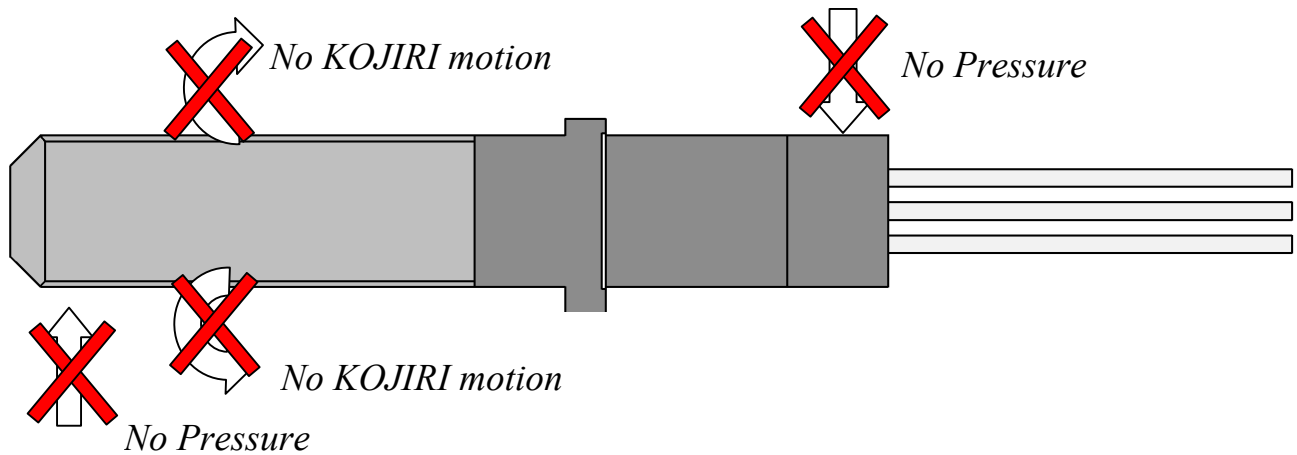

Fig.20
- (1) 取り外したコンタクト、リテンションプレートやハウジングは再使用せず、新品に交換する。
- (2) コネクタの接触部にはドライバーの先やチェッカーのプローブ等の異物を差し込まない。
- (3) Fig.20 のようにアッセンブリしたコネクタに力を加えたり、こじりを与えない。
- (1) Never re-use the removed crimped contacts, retention plate and housing. Replace this with new one.
- (2) Never try to insert the tip end of screw driver, test prove or other similar pins into contact mating area of cble assembly.
- (3) As shown in Fig.20, never add KOJIRI motion and pressure to cable assembly.